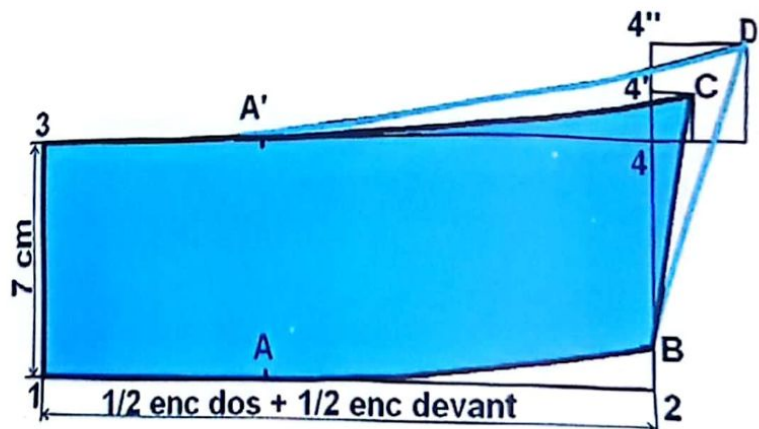

FIG. 1
- 1-A-B-C-A'-3-1 = contour du col chemisier simple (fig.1).
- 1-A-B-D-A'-3-1 = contour du col chemisier simple en pointe (fig.1).